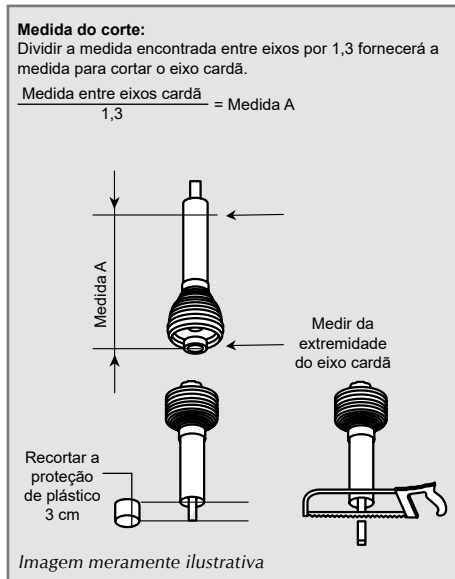

Fig. 3
- ✓ A medida encontrada entre os eixos da tomada de força deve ser dividida por 1,3. O valor dessa divisão indicará a medida A, marque o eixo cardã com a medida A e corte a sobra, conforme indicação na imagem (Fig. 3).
- ✓ Após concluir o corte total, marque a proteção de plástico do cardã macho e fêmea e retire 3 centímetros somente da proteção de plástico, cortando com uma serra, deixando o eixo cardã com a ponta exposta, conforme indicação da imagem (Fig. 3).